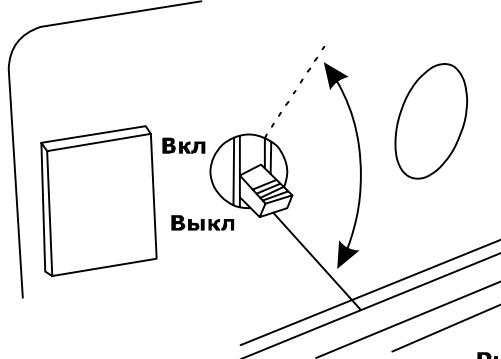

Рис. 15
- Дайте двигателю поработать в течение 3-5 минут, чтобы прогреть его. По мере прогрева двигателя постепенно передвиньте рычаг воздушной заслонки в положение «Открыто». Подсоедините потребителей к розеткам генератора. Если генератор должен питать два или более устройства, следует включать их поодиночке, в первую очередь - с более высоким пусковым током. Переведите прерыватель цепи в положение «Вкл» (рис. 15).